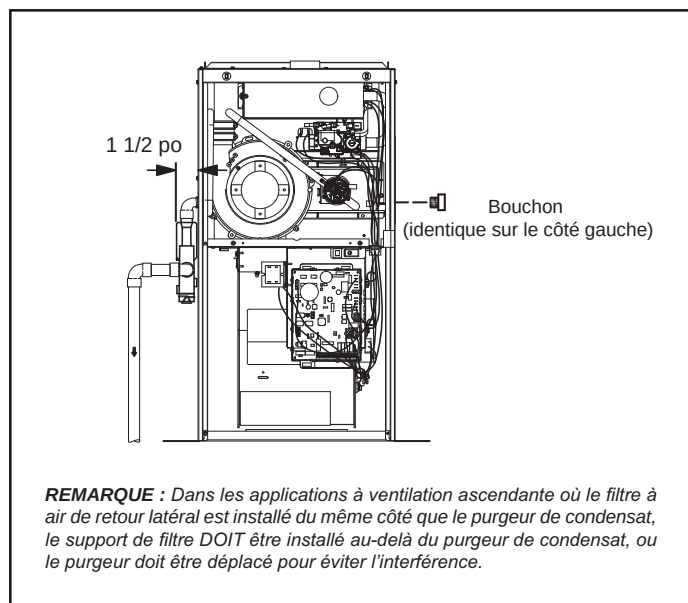

Figure 35. (Appareil illustré en position de ventilation ascendante)
8. Si la tuyauterie d'admission et d'évacuation doit remonter un mur latéral pour se terminer au-dessus de l'accumulation de neige ou d'autres obstructions, cette tuyauterie doit être soutenue. Au moins un support doit être utilisé à moins de 6 po du dessus du coude, puis tous les 24 po (610 mm) comme illustré sur la Figure 35, pour empêcher tout mouvement dans n'importe quelle direction. Lorsque les tuyaux d'évacuation et d'admission doivent remonter un mur extérieur, le tuyau d'évacuation doit être terminé par un tuyau de taille conforme au Tableau 22. Le tuyau d'admission peut être équipé d'un retour vers le bas à l'aide de coudes de 90°. L'utilisation d'un retour vers le bas ajoute 5 pieds (1,5 m) à la longueur équivalente du tuyau.
Cet appareil est conçu pour une sortie droite ou gauche de la tuyauterie du condensat dans les applications à ventilation ascendante. Dans les applications à ventilation horizontale, le purgeur de condensat doit s'étendre sous l'appareil. Un dégagement de service de 8 po est nécessaire pour le purgeur de condensat. Reportez-vous aux Figures 35 et 36 pour connaître les emplacements du purgeur de condensat. Les Figures 43 et 44 montrent un assemblage de purgeur utilisant un PVC 1/2 ou 3/4 po.
2. Pour les générateur d'air chaud équipés d'un raccord de vidange de 1/2 po, utilisez une clé Allen de 3/8 po et retirez le bouchon (Figure 35) de la boîte de tête côté froid à l'emplacement approprié sur le côté de l'appareil. Installez un raccord mâle 1/2 NPT (fourni sur le site) dans la boîte de tête côté froid. Pour les générateurs d'air chaud équipés d'un raccord de vidange de 3/4 po, utilisez un grand tournevis à tête plate ou une rallonge de tournevis à douille 1/2 po et retirez le bouchon. Installez un raccord mâle et femelle 3/4 NPT fourni dans la boîte de tête côté froid. Utilisez du ruban Téflon ou de la pâte à joint appropriée.